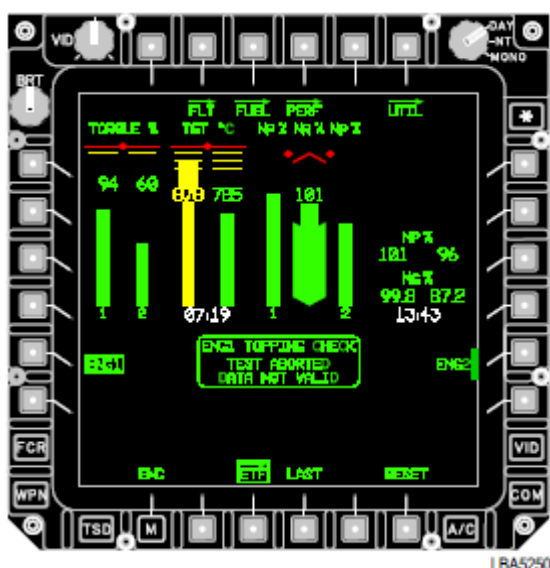

Figure 7-6. ENG1 Selected
- **Pulsante TEST del motore.** Il pulsante TEST (B5) viene utilizzato per avviare un test una volta raggiunti i parametri di volo. Selezionando il pulsante TEST si comanda al SP di eseguire i calcoli di controllo della potenza per ricavare l'ETF per il motore selezionato. I risultati del test sono visualizzati nella finestra di stato **TOPPING CHECK ABORTED** (fig. 7-6) o nella finestra di stato **TOPPING CHECK COMPLETE**